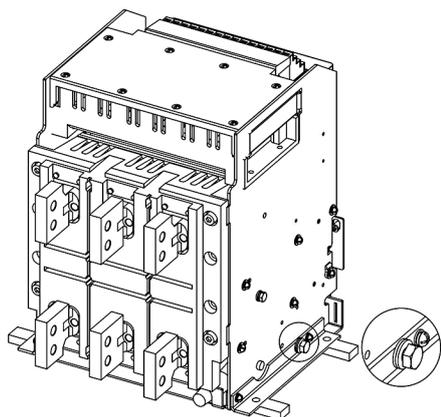
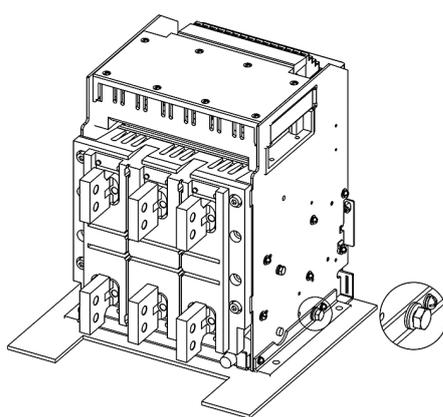

Рисунок 27
Рисунок 28
4.10.3.3 Установить корзину выключателя на направляющие (рисунок 27), либо монтажную поверхность (рисунок 28), расположенные в распределительном шкафу, и затянуть ее четырьмя винтами М8.